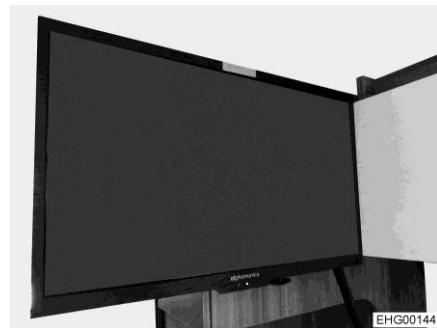

Fig. 95 Schermo piatto sopra il letto in coda
- ▷ Quando si ribalta verso l'alto il materasso o la rete del letto in coda (Fig. 95,2) è possibile urtare e danneggiare lo schermo piatto.